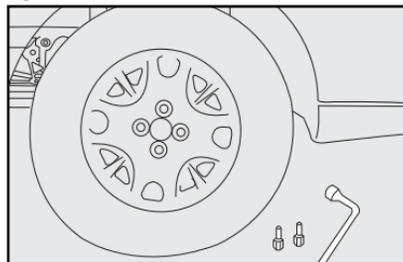

fig. 18
10) Apriete los tornillos, utilizando la llave especial fig. 18.